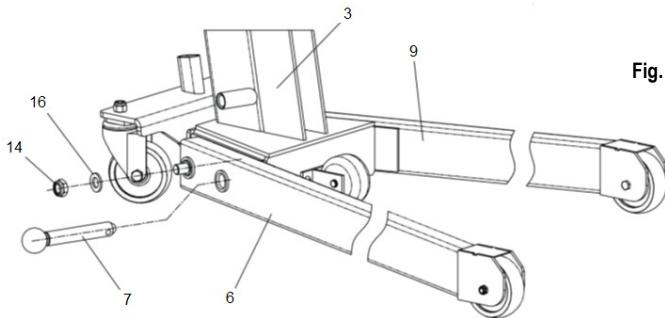

Fig. 3
2. Montați picioarele din față (6 și 9 - Fig. 3) pe cadru (3 - Fig. 3) după cum se arată, fixați-le cu piulița (14 - Fig. 3) și garnitura (16 - Fig. 3) și, în final, introduceți șurubul piciorului din față (7 - Fig. 3).